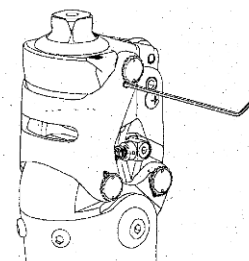

Fig. 6
e) Faire des essais de flexion et d'extension du genou pour contrôler la souplesse, puis installer les vis de serrage (figure 6).